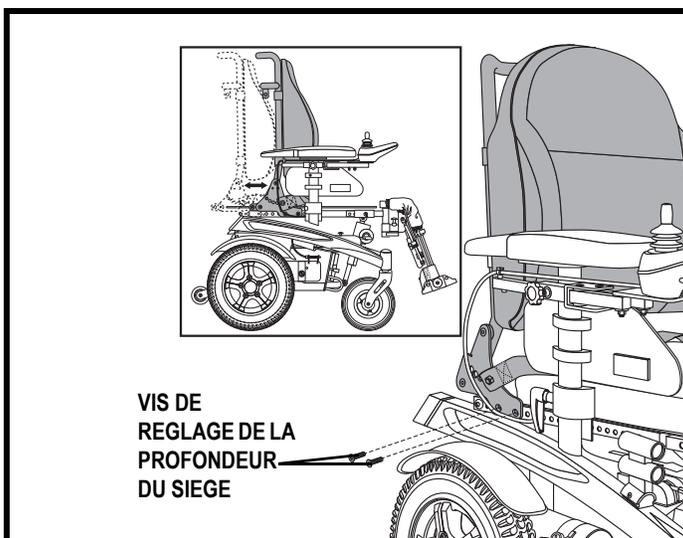

Figure 14. Réglage de profondeur du siège
2. Retirez les deux vis de réglage de la profondeur de chaque côté du siège. **Voir la figure 14.**